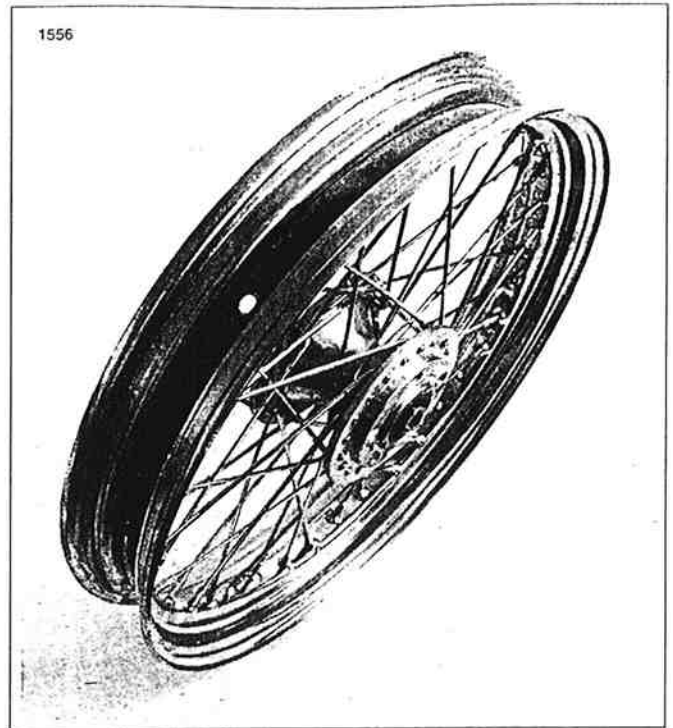

Figura 2-67. Instalación de la banda de aro
1. Vea la Figura 2-67. En las ruedas con radios, instale una banda de aro dentro de la cavidad del aro. Compruebe que los rayos no sobresalgan a través de los racores y alinee el agujero del vástago de la válvula en la banda de aro con el agujero del aro.